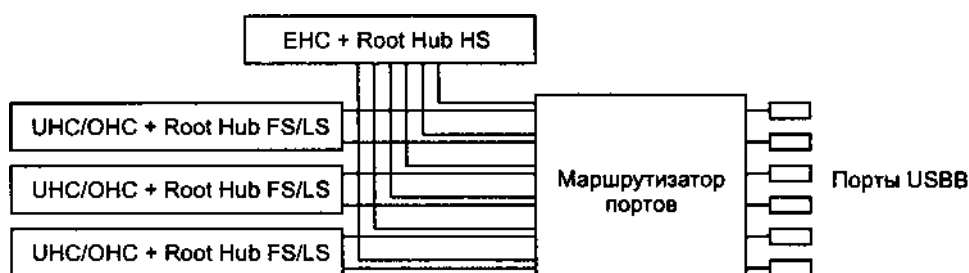

Рис. 17.8. Структура хост-контроллеров для USB 2.0
*Расширенный хост-контроллер* (Enhanced Host Controller, ЕНС) был введен фирмой Intel для поддержки высокой скорости в USB 2.0. Спецификация его интерфейса (ЕНСИ) была опубликована в 2002 году. Контроллер ЕНС предназначен для работы с устройствами только на высокой скорости подключения к корневому хабу, при этом для FS/LS-устройств, которые подключены через промежуточный хаб USB 2.0, контроллер ЕНС выполняет расщепленные транзакции. С теми портами корневого хаба, к которым непосредственно подключены хабы и устройства USB 1.x, работает контроллер-компаньон (УНС или ОНС). Коммутацию портов и контроллеров осуществляет маршрутизирующая логика, входящая в состав корневого хаба USB 2.0 (рис. 17.8). Обнаружением фактов подключения устройств к корневому хабу занимается драйвер ЕНС через регистры ЕНС. Обнаружив факт подключения FS/LS-устройства, драйвер перекоммутирует данный порт на контроллер-компаньон, и с этого момента порт отдается в ведение компаньону и его драйверу. Компаньон и его драйвер могут и не «знать» о том, что они работают в составе контроллера USB 2.0. Для